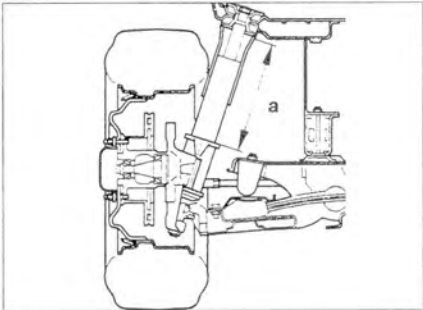

Рис. 7.27. Определение расстояния «а» для регулировки схождения и развала передних колес.
1. Расстояние «а» для регулировки схождения и развала передних колес должно быть измерено на амортизаторе (рис. 7.27). Например, для LT 28/35 измеренное расстояние равно 300 мм. Схождение определяется по таблице 7.1 и равно + 6' на колесо. Значения схождения и развала передних колес в зависимости от расстояния «а» для LT 46 приведены в таблице 7.2.